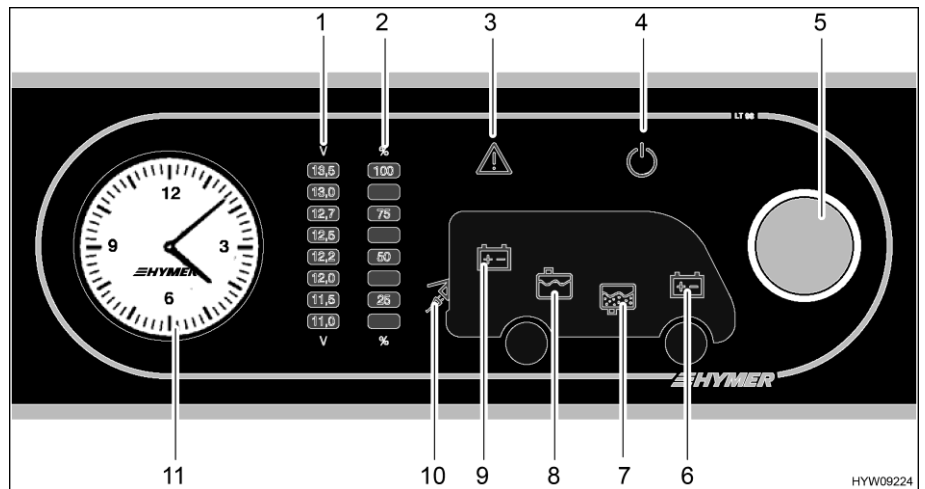

Fig. 146 Panneau de contrôle (LT 98)
Le bouton rotatif (Fig. 146,5) allume ou éteint le panneau de contrôle et l'alimentation 12 V de la cellule.
- Allumer :* ■ Appuyer sur le bouton rotatif (Fig. 146,5) : L'alimentation 12 V de la cellule est assurée. Le voyant de contrôle 12 V (Fig. 146,4) est allumé.
- Éteindre :* ■ Appuyer sur le bouton rotatif (Fig. 146,5) : L'alimentation 12 V de la cellule est coupée. Le voyant de contrôle 12 V (Fig. 146,4) s'éteint.
Le bouton rotatif (Fig. 146,5) permet de s'informer sur la tension de la batterie de cellule ainsi que sur celle de la batterie de démarrage. La tension est indiquée sur le cadran de la tension de batterie (Fig. 146,1).
- Tourner le bouton rotatif (Fig. 146,5) jusqu'à ce que le symbole de la batterie dont on désire connaître la tension s'allume.
La tension de la batterie de cellule est indiquée (Fig. 146,9)
La tension de la batterie de démarrage est indiquée (Fig. 146,6)
- Relever la tension sur le cadran de la tension de batterie (Fig. 146,1).
Le bouton rotatif (Fig. 146,5) permet de s'informer sur le niveau du réservoir d'eau ainsi que sur celui du réservoir d'eaux usées. Le niveau est indiqué sur le cadran de niveau du réservoir (Fig. 146,2).
- Tourner le bouton rotatif (Fig. 146,5) jusqu'à ce que le symbole du réservoir dont on désire connaître le niveau s'allume.
Affichage du niveau de remplissage du réservoir d'eau (Fig. 146,8)
Affichage du niveau de remplissage du réservoir d'eaux usées (Fig. 146,7)
- Relever le niveau sur le cadran de niveau du réservoir (Fig. 146,2).
Le voyant d'alerte Alarme (Fig. 146,3) clignote dès que des seuils définis sont dépassés vers le haut ou le bas.
Le voyant d'alerte Alarme (Fig. 146,3) clignote dès que la tension de la batterie n'atteint plus 11 V. Quand l'alimentation 12 V est active, le symbole de batterie correspondant (Fig. 146,6 ou 9) est de plus allumé et l'affichage "11,0" clignote sur le cadran de la tension de batterie (Fig. 146,1). Menace de décharge profonde.
Le voyant d'alerte alarme (Fig. 146,3) clignote et le symbole de réservoir correspondant (Fig. 146,7 ou 8) s'allume dès que le réservoir d'eau est vide ou celui des eaux usées plein.
Le voyant de contrôle 230 V (Fig. 146,10) s'allume si l'arrivée du bloc électrique est sous tension de réseau.